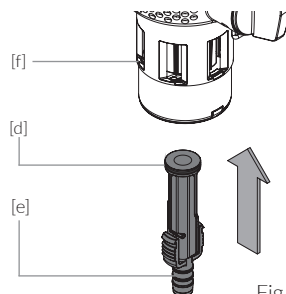

Fig. 8.3
- / L'eau de rinçage peut également être évacuée à l'aide d'un tuyau. Dans ce cas, un embout de tuyau est fourni [Fig. 8.3, d].
- / Mise en place de l'embout de tuyau (Fig. 8.3) :